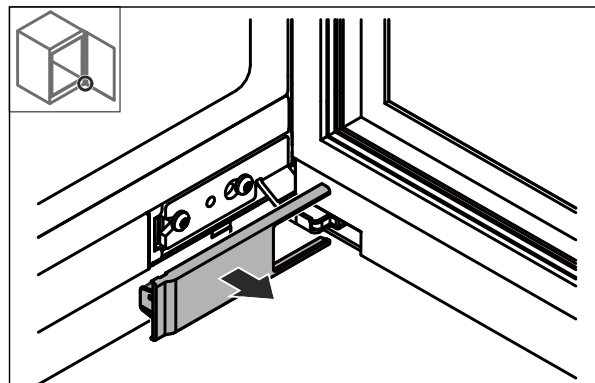

図3
- 図3 で取り外したカバーを180°回転させ、機器下部の吊元側に取り付けます。